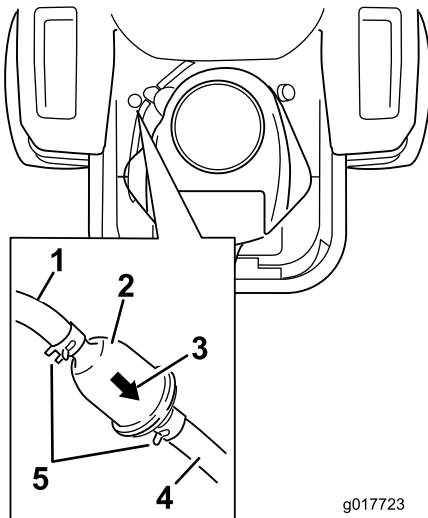

Figura 51
4. Levante el asiento y localice los filtros de combustible, según se muestra en Figura 51.
7. Instale un filtro nuevo – la flecha que indica el sentido de flujo debe apuntar hacia el motor. Acerque las abrazaderas al filtro (Figura 51) para sujetar éste.